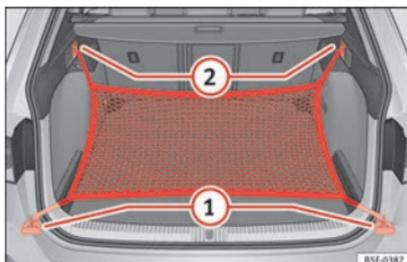

Abb. 182 Im Gepäckraum: Ösen ① und Haken ② zum Einhängen des Gepäckraumnetzes (Modell LEON ST).
- Hängen Sie die kurzen Haken des Netzes in die Verzurrösen »» Abb. 182 ① »» ⚠ ein. Der Reißverschluss des Gepäckraumnetzes muss dabei nach oben zeigen.
- Befestigen Sie die Spanngurte in den Taschenhaken ②.